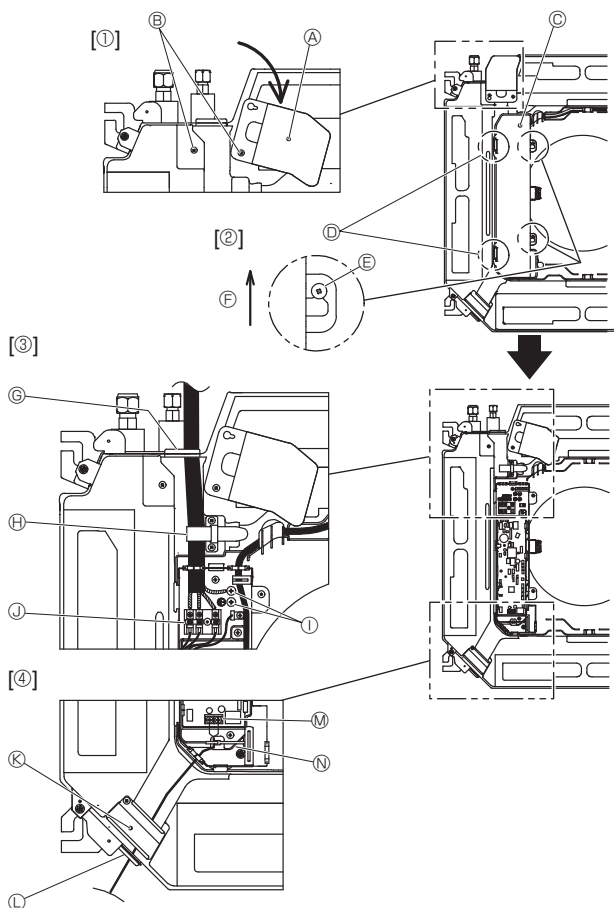
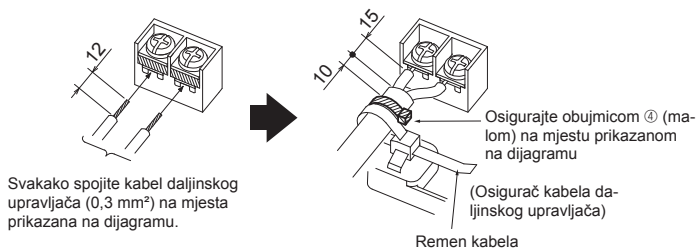

Fig. 6-1
Fig. 6-3
### 6.1. Unutarnja jedinica (Fig. 6-1)
- Olabavite dva vijka kojima je pričvršćena servisna ploča za električno ožičenje, a zatim okrenite servisnu ploču za električno ožičenje. [Fig. 6-1 ①]
- Olabavite dva vijka kojima je pričvršćen poklopac električne kutije, a zatim kliznim pokretom pomaknite poklopac električne kutije. [Fig. 6-1 ②]
- Provucite strujni kabel, spojni kabel unutarnje/vanjske jedinice i kabel za uzemljenje kroz ulaze za ožičenje prikazane u dijagramu. [Fig. 6-1 ③]
Ako ne možete upotrijebiti okaste stopice sukladno postupcima na Fig. 6-3 do 6-6. Pogledajte 6.1.1. i 6.1.2. za spajanje.
- Provucite i spojite žicom kabel daljinskog upravljača kroz stavke za ožičenje dane u dijagramu. [Fig. 6-1 ④, Fig. 6-3]